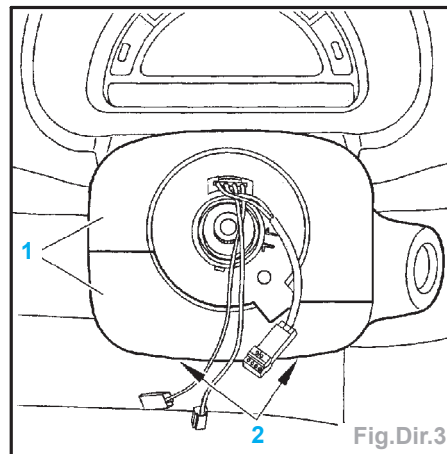
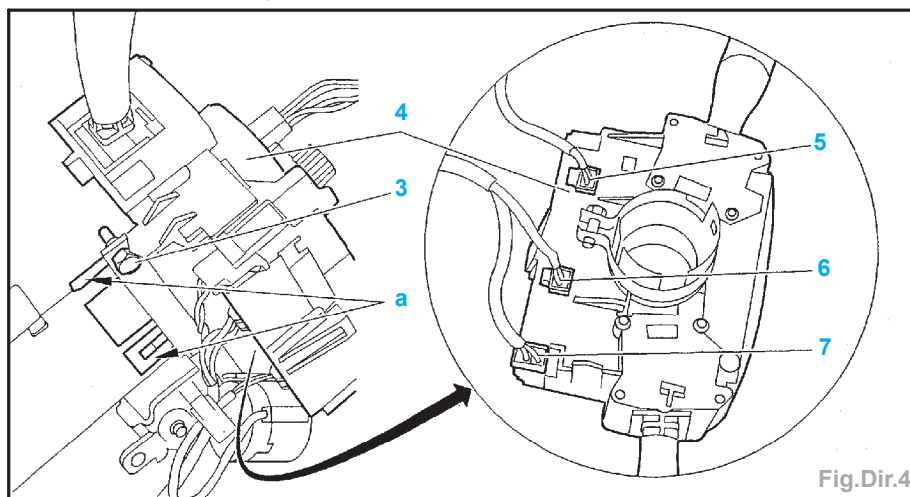
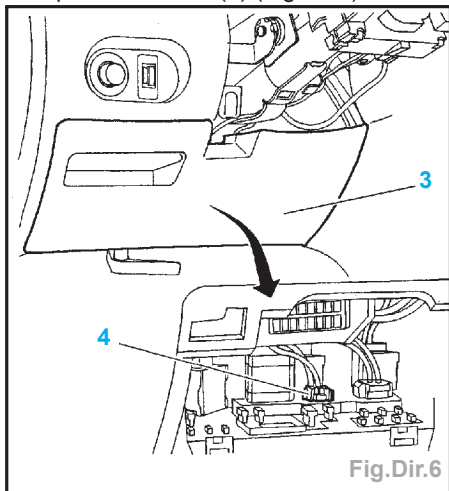
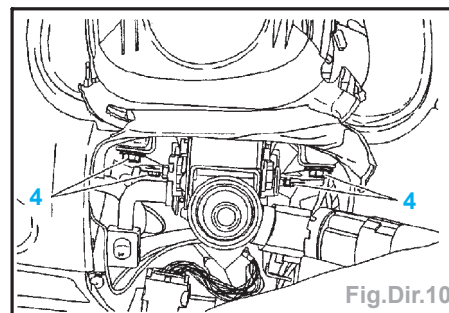

Fig.Dir.3
Fig.Dir.4
Fig.Dir.6
Fig.Dir.10
- Déposer (Fig.Dir.3) :
- les vis (2),
- l'habillage de la colonne de direction (1).
- Desserrer la vis (3) (Fig.Dir.4).
- les vis (2).
- Déposer le cache (3) (Fig.Dir.6).
- l'habillage de la colonne de direction (1),
• la vis (3),
- Déposer les vis (4) (Fig.Dir.10).